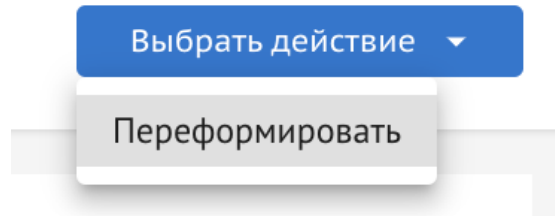

Рисунок 31. Действие “Переформировать”
- 3) Нажать на “Переформировать” (Рисунок 31);